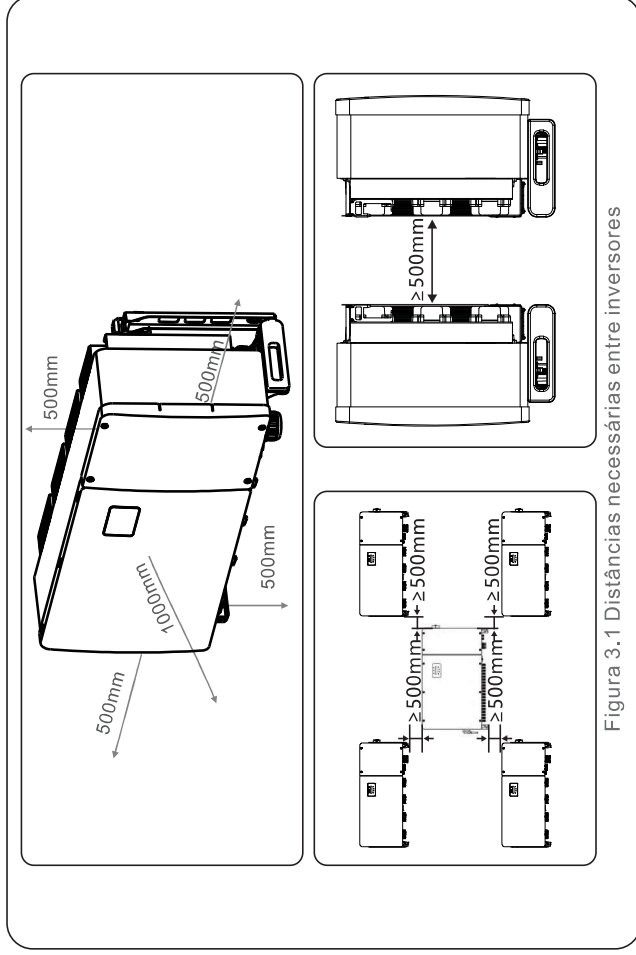

Figura 3.1 Distâncias necessárias entre inversores
- Se vários inversores forem instalados no local, deve ser mantida uma distância mínima de 500 mm entre cada inversor e todos os outros equipamentos montados. A parte inferior do inversor deve estar pelo menos 500 mm acima do chão ou do piso (consulte a Figura 3.1).